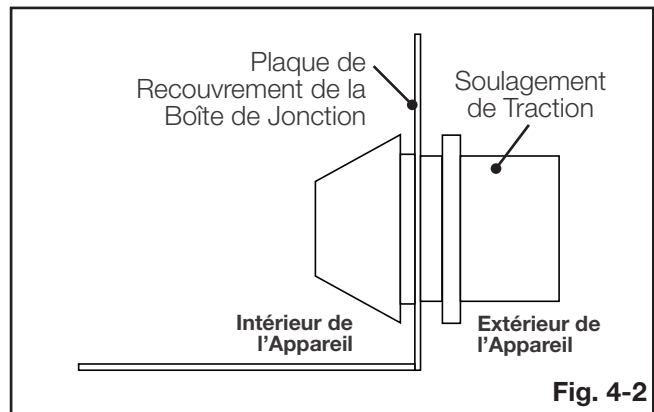

Fig. 4-2
- Installez le soulagement de traction à la plaque de recouvrement de la boîte de jonction (située dans l'ensemble de quincaillerie) (**Fig. 4-2**).